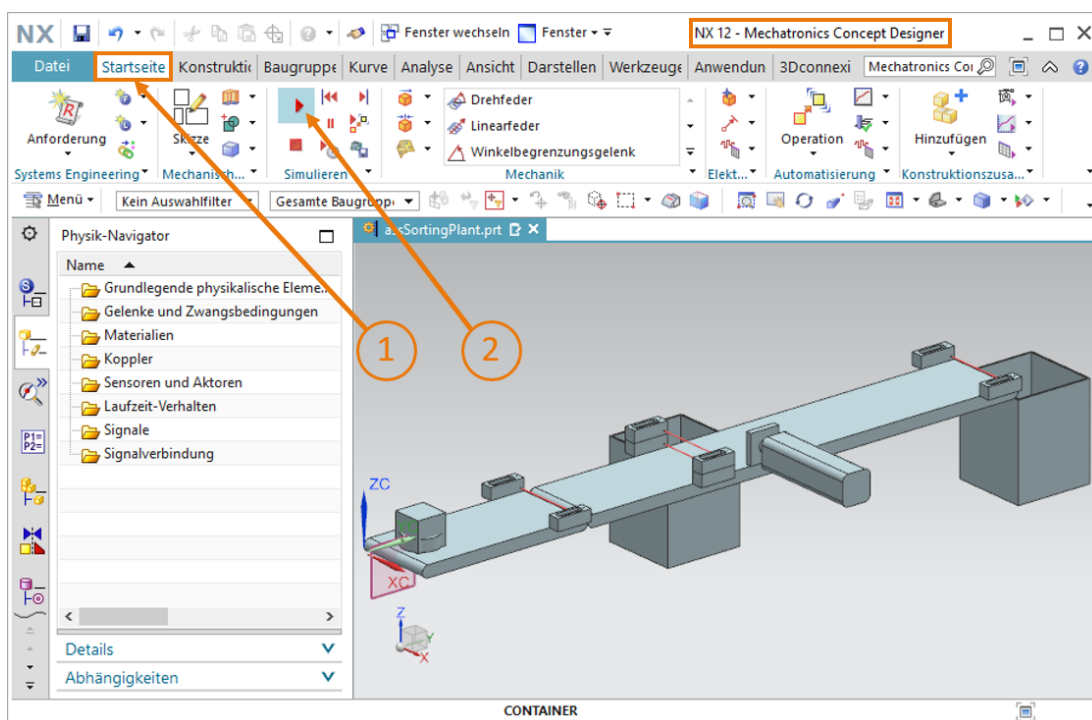

Abbildung 8: Starten einer Simulation in MCD
- Sie können anschließend an der Kopfzeile feststellen, dass die Anwendung "Mechatronics Concept Designer" aktiv ist. Wechseln Sie in den Reiter "**Startseite**" (siehe Abbildung 8, Schritt 1). Es erscheint eine Entwicklungsumgebung, welche bereits in Kapitel 4.2 vorgestellt wurde. Starten Sie durch einen Klick auf die Schaltfläche "**Starten**"  in dem Menüabschnitt "Simulieren" die Simulation der Sortieranlage (siehe Abbildung 8, Schritt 2).